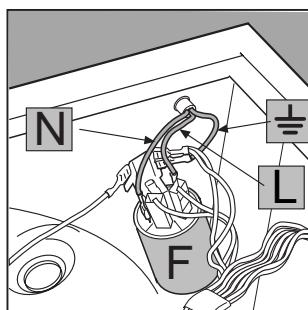

Fig. 14
3. Desconecta los cables del filtro antiinterferencia F [fig. 14] prestando atención a su posición (**cable azul = N; cable marrón = L**); desconecta por último el cable de tierra GND .